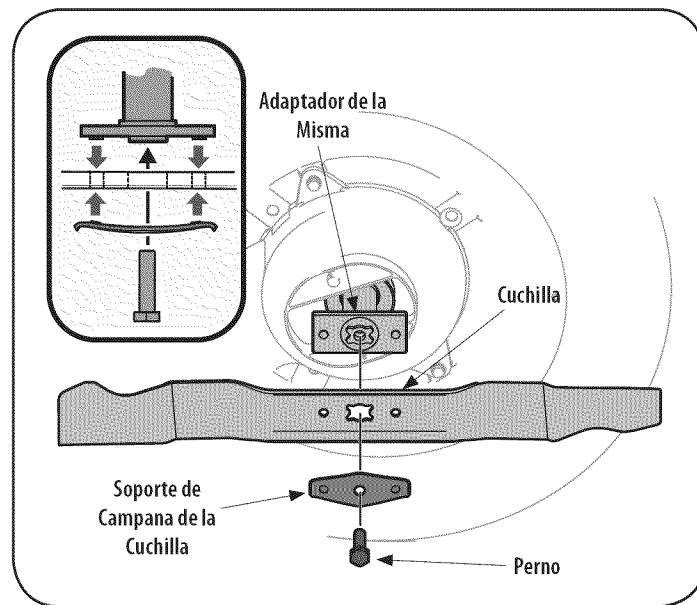

Figura 25
2. Saque el perno y el soporte de campana de la cuchilla que sostienen la cuchilla y el adaptador de la misma al cigüeñal del motor. Vea la Figura 25.
5. Lubrique el cigüeñal del motor y la superficie interna del adaptador de la cuchilla con aceite ligero. Deslice el adaptador de la cuchilla sobre el cigüeñal del motor. Instale la cuchilla en el adaptador con el lado marcado "Bottom" (inferior) (o con el número de parte) hacia el piso cuando la cortadora de césped está en posición de funcionamiento. Asegúrese que la cuchilla quede alineada y asentada en las bridas del adaptador. Vea la Figura 25 inserto.